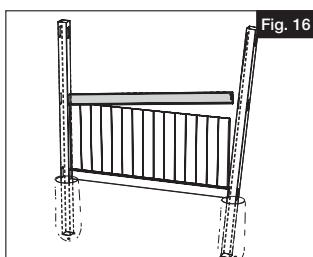

Fig. 16
- a. Inserte el travesaño intermedio en los orificios ranurados del poste intermedio del primer poste únicamente (Fig. 16).